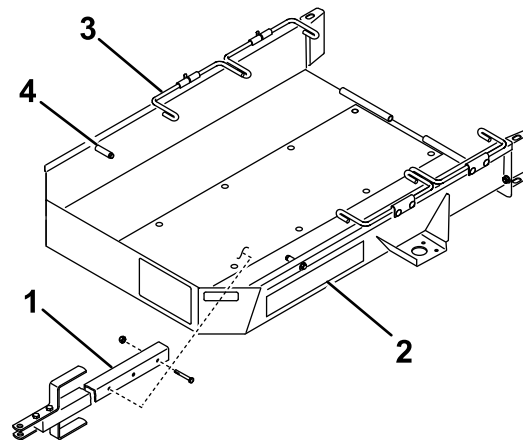

Figura 1
1. Fissate il gruppo timone alla staffa di montaggio nella parte sottostante del pianale del rimorchio con 2 bulloni ($\frac{3}{8}$ " x $2\frac{3}{4}$ ") e 2 dadi di bloccaggio (Figura 1).
- Posizionate l'acceleratore sulla velocità minima e conducete **lentamente** la macchina sopra il rimorchio sinché le ruote di trasferimento entrano in contatto con i fermi del rimorchio (Figura 1).
6. Ruotate la prima serie di aste delle ruote verso il basso dietro alle ruote di trasporto (**Figura 1**).